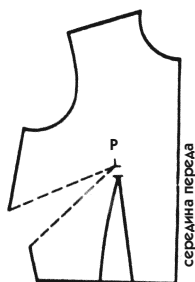

Рис. 122
2. Разрежьте лекало по новой линии до точки Р и закройте только верхнюю вытачку (рис. 122). (Правильно ли вы отметили точку Р и стороны вытачки по талии?)
3. Скопируйте это предварительное лекало и пометьте вытачку груди пунктирной линией (рис. 122).
Сравните рис. 122 и 120. Вы видите, что они не совсем совпадают. Из эстетических соображений вытачка груди не может доходить до точки Р, следовательно, ее надо укоротить и вот каким образом.